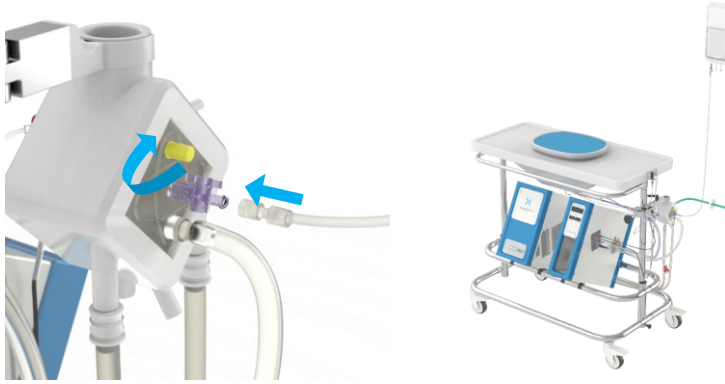

Figura 19 Retirada del tapón amarillo y conexión de la línea de llenado
- Retire el tapón amarillo de desaireación del oxigenador, Figura 19. No deseché el tapón amarillo.